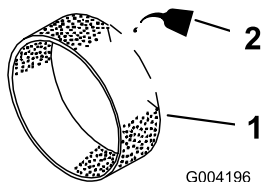

图45
3. 在预滤器上倒入 29.6ml 或 59.2ml 机油（图45）。